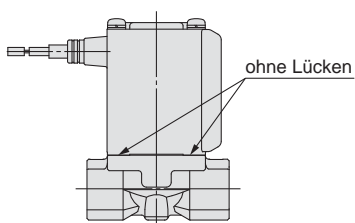

Abb.1
- 3) Drücken Sie die Spuleneinheit gegen das Gehäuse und ziehen Sie die Schrauben diagonal um min. 2 Umdrehungen fest (Abb. 2), so dass keine Lücken zwischen der Spule und dem Gehäuse vorhanden sind (Abb. 1).
- * Nach dem Festziehen der Schrauben sicherstellen, dass zwischen Spule und Gehäuse keine Lücken vorhanden sind (Abb. 1).